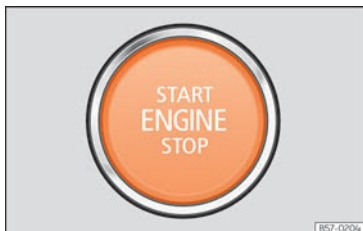

Abb. 83 Im unteren Bereich der Mittelkonsole: Starterknopf.
Wenn das Fahrzeug entriegelt wird, blinkt der Starterknopf » (Abb. 83), um auf ihn aufmerksam zu machen.
- Starterknopf drücken >>> **(Abb. 83)** ohne Gas zu geben. Zum Anlassen des Motors muss sich ein gültiger Fahrzeugschlüssel im Fahrzeug befinden. Nach dem Anlassen des Motors wechselt die Beleuchtung des Starterknopfs **START ENGINE STOP** in den Dauerzustand und zeigt so an, dass der Motor angelassen ist.